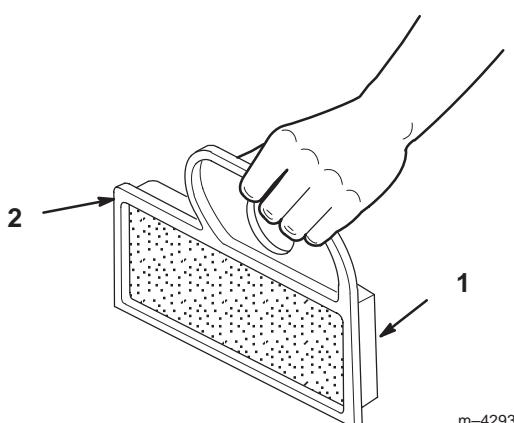

Bild 40
- A. Klopfen Sie den Einsatz leicht auf eine flache Unterlage, um Staub und Schmutz zu beseitigen (Bild 40).